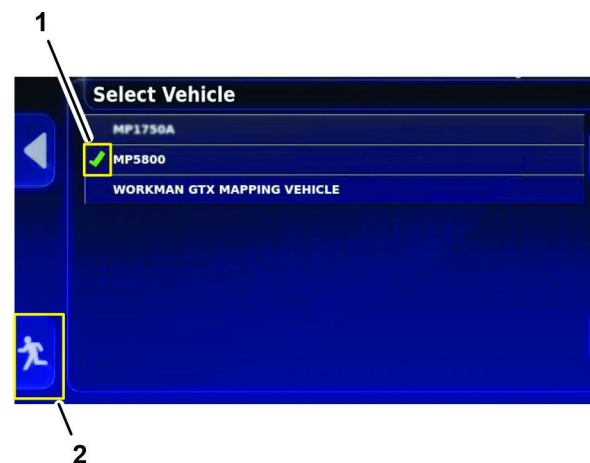

Bild 204
Hinweis: Die Steuerkonsole startet neu und zeigt das ausgewählte Sprühfahrzeug an (Bild 204).
4. Tippen Sie auf das Symbol EINRICHTEN BEENDEN (Bild 204).